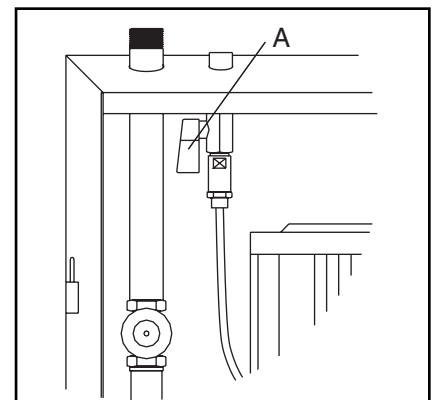

Fig. 11
2. Die Luftzufuhr öffnen, die sich in der Hauptstation befindet (vgl. A, Abb. 11).
3. Luftzufuhr schließen (A, Abb. 11).